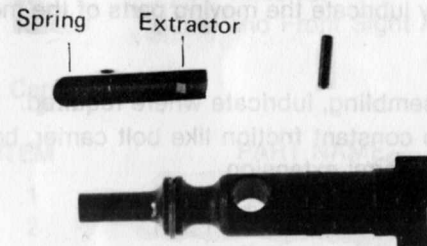

Fig. 23
20. Remove extractor (Fig. 23)